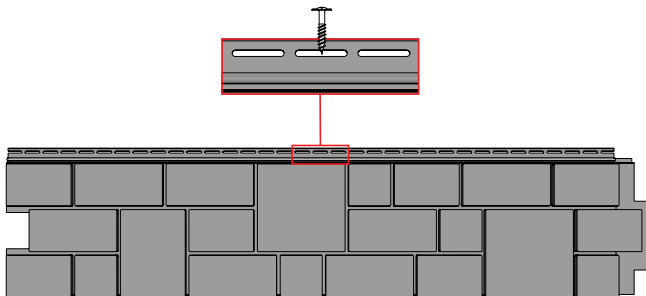
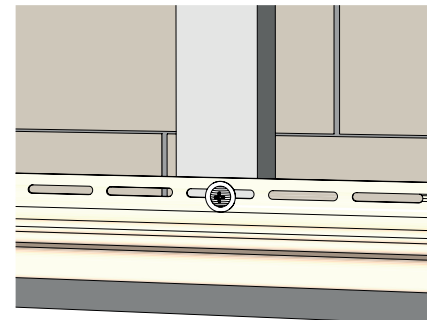

Рисунок 2
Рисунок 3
6.3 В панелях ЯФАСАД саморезы необходимо вкручивать точно в середину специальных овальных отверстий (рис. 2). При монтаже доборных элементов горизонтально саморезы так же нужно вкручивать в середину специальных перфорированных отверстий (рис. 3).